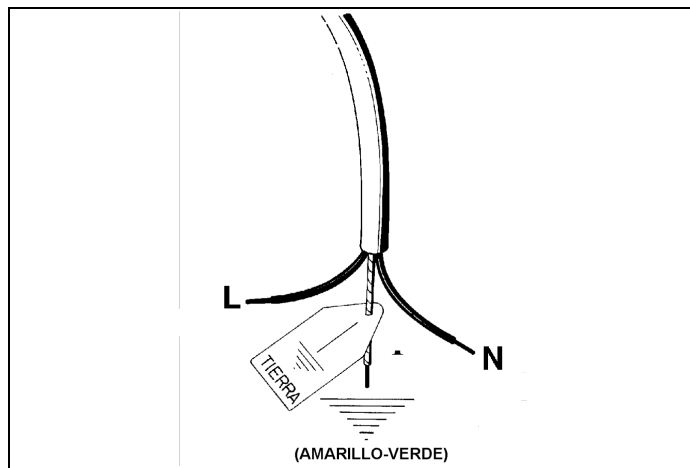

Fig. 11
- Appliquer au câble d'alimentation (s'il n'en est pas équipé) une fiche homologuée et adaptée à la charge indiquée sur l'étiquette d'identification. Brancher les fils conducteurs en faisant référence au schéma de la Fig. 11 et en veillant à respecter les correspondances ci-dessous :